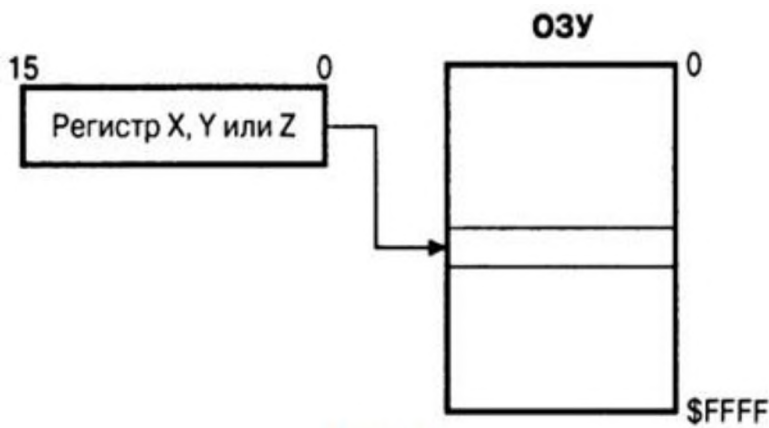

Рис. 1.1.
14. Укажите, какой способ адресации изображён на рисунке (см. рис. 1.1.):